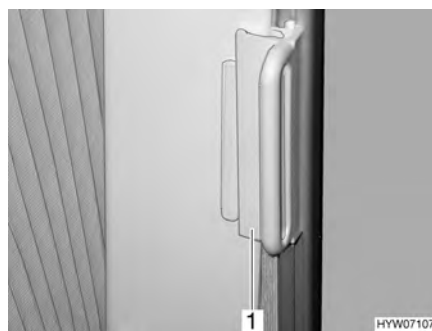

Fig. 23 Bloccaggio delle tendine oscuranti pieghevoli per il finestrino del conducente/passeggero
- Spingere le tendine oscuranti pieghevoli per il finestrino del guidatore e del passeggero sul sopralzo con l'impugnatura (Fig. 23,1). La tendina oscurante pieghevole è ora bloccata.